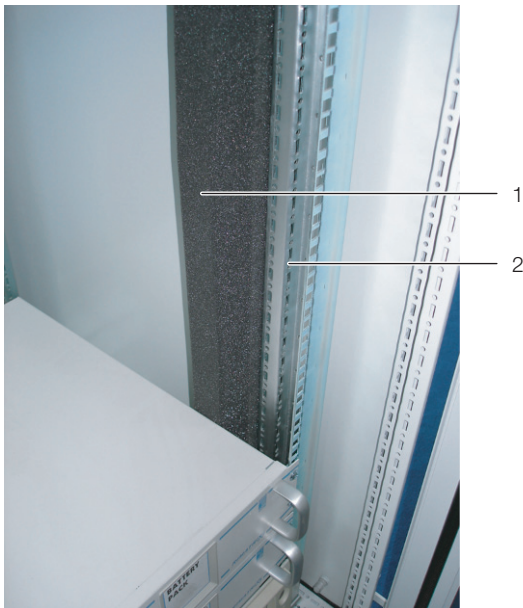

Abb. 11: Schaumstoffstreifen an einer Stütze des Serverracks
- Befestigen Sie den breiteren der beiden Schaumstoffstreifen (Best.-Nr. 3301.370 / 3301.320) aus dem Zubehör des LCP DX von außen an einer der vorderen Stützen des Serverracks (Abb. 11). Achten Sie darauf, dass Sie diesen Streifen auf der Seite des Serverschranks anbringen, auf der das LCP DX angebracht wird.
- **Wenn Sie das LCP DX nur an einer Seite anreihen:** Befestigen Sie den schmaleren (Best.-Nr. 3301.380 / 3301.390) der beiden Schaumstoffstreifen aus dem Zubehör des LCP DX von außen an einer der vorderen Stützen des Serverracks (Abb. 11). Achten Sie darauf, dass Sie diesen Streifen auf der Seite des Serverschranks anbringen, auf der der Schrank wieder mit einer Seitenwand verschlossen wird.